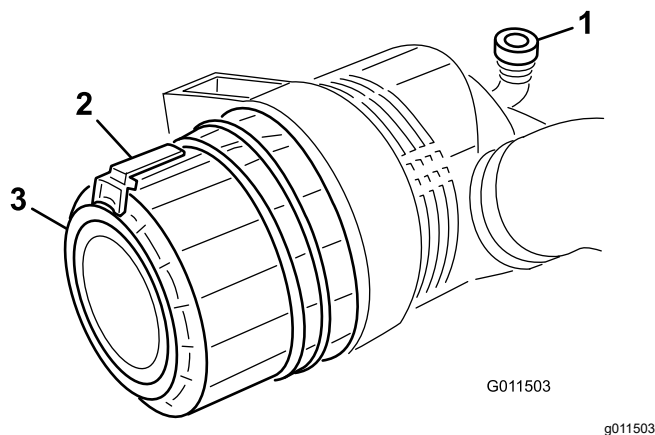

Figure 70
1. Tirez le verrou vers l'extérieur et tournez le couvercle du filtre à air dans le sens antihoraire (Figure 70).